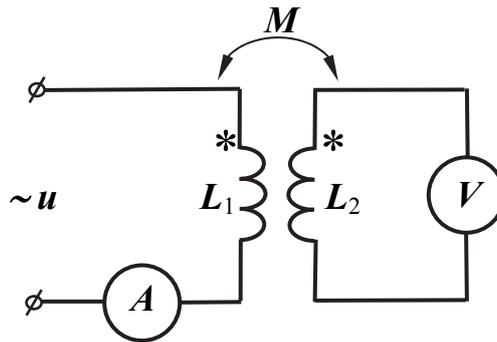

Рис. 13.2
2. Измерить взаимную индуктивность магнитосвязанных катушек, используя схему (рис. 13.2).